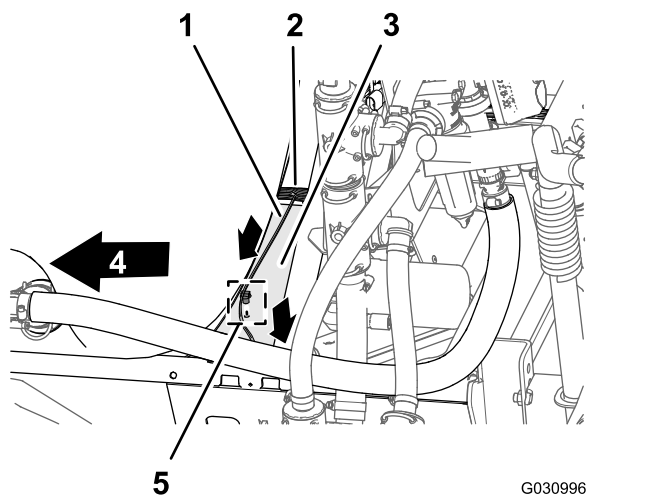

Рисунок 113
- Проложите ответвление длиной 74 см от жгута проводов, предназначенное для электромагнита насоса опрыскивателя, через верхнюю часть швеллера рамы опрыскивателя и вниз к электромагниту насоса опрыскивателя (Рисунок 113).
2. Вставьте вставной держатель ответвления длиной 74 см жгута проводов в отверстие швеллера рамы опрыскивателя (Рисунок 113).